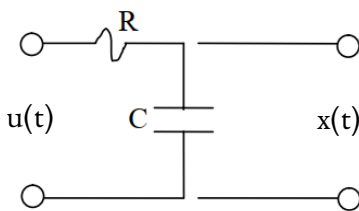

Figura 1 Circuito RC
En la Figura 1, se muestra un circuito RC. El voltaje del condensador se puede modelar mediante una ecuación diferencial ordinaria de primer orden (1). Por ello, se le llama sistema de primer orden. La ecuación se obtiene aplicando la segunda Ley de Kirchoff y las leyes físicas que modelan cada elemento eléctrico. En (1), $x(t)$ representa el voltaje del condensador en cada instante de tiempo, $\dot{x}(t)$ la tasa de cambio del voltaje a lo largo del tiempo y $u(t)$ el voltaje de entrada del sistema representado.
Tarea 1. Modelar el circuito RC mostrado en la Figura 1 usando Simulink. Usar una resistencia $100 \text{ M}\Omega$, un condensador de $100 \mu\text{F}$, y una entrada de 5 V . ¿Cuál es el tiempo necesario para alcanzar el 99.3 % del valor final? ¿Qué relación guarda con la constante de tiempo?